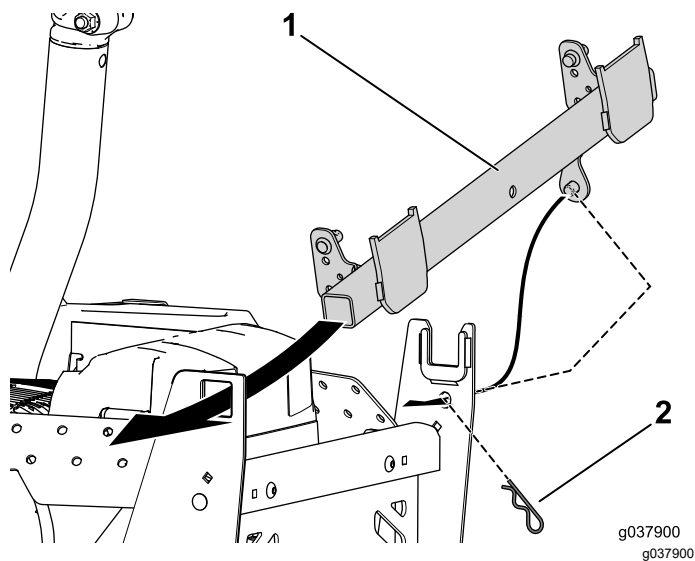

Figura 24
1. Introduzca el extremo cuadrado del conjunto de giro por el orificio del soporte izquierdo del ensacador, e introduzca la clavija en el soporte derecho (Figura 24).
2. Inserte la chaveta en la clavija para sujetar el conjunto de giro al soporte del ensacador (Figura 24).